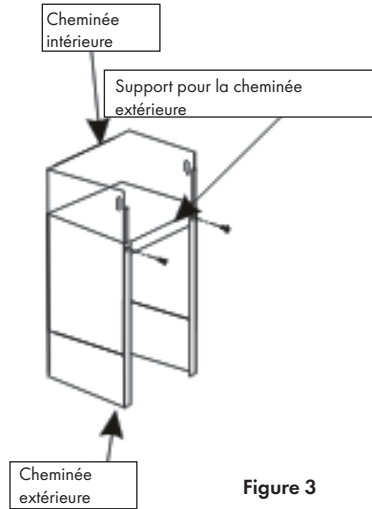

Figure 3
5. Fixez le support de cheminée extérieure à la cheminée intérieure en vous assurant que la hauteur de la cheminée puisse être ajustée librement. Montez ensuite la cheminée sur la hotte et dirigez le tuyau d'échappement vers l'extérieur. (Voir figure 3).